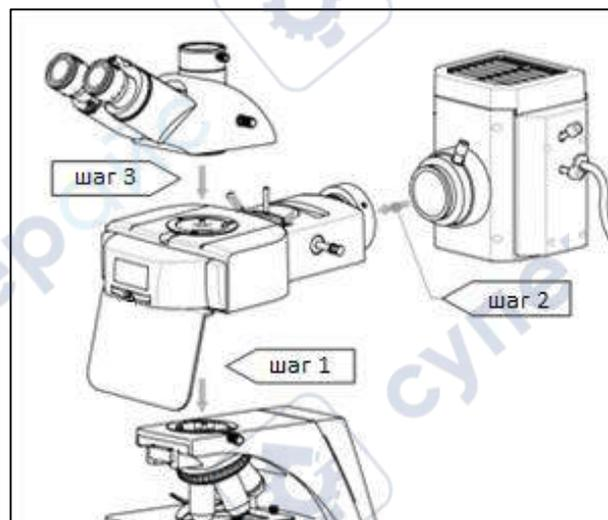

Рис. 52
1. С помощью шестигранного ключа F15 ослабьте стопорный винт F6, соединяющий передний разъем корпуса лампы с разъемом задней линзы люминесцентного устройства (рис. 52), отрегулируйте корпус лампы и закрепите стопорные винты F6.